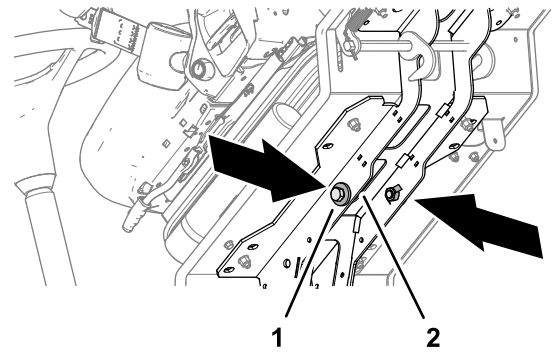

Figura 39
6. Guarde los 2 pernos de 12 mm x 40 mm y las 2 arandelas de 12 mm almacenados en los raíles de soporte de la plataforma (Figura 39).